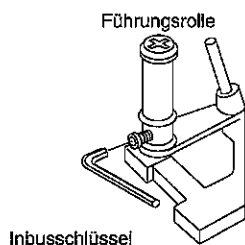

Abbildung 4-30.
- b) Die Einstellschraube an der unteren Führungsrolle lösen und mit einem Justierschraubendreher (JIGDRIVERH-4) so einstellen, daß die Führungsrolle sich reibungslos dreht. (Die Einstellschraube nicht zu sehr lösen, da die Führungsrolle dadurch instabil wird.) (Siehe Abbildung 4-30.)